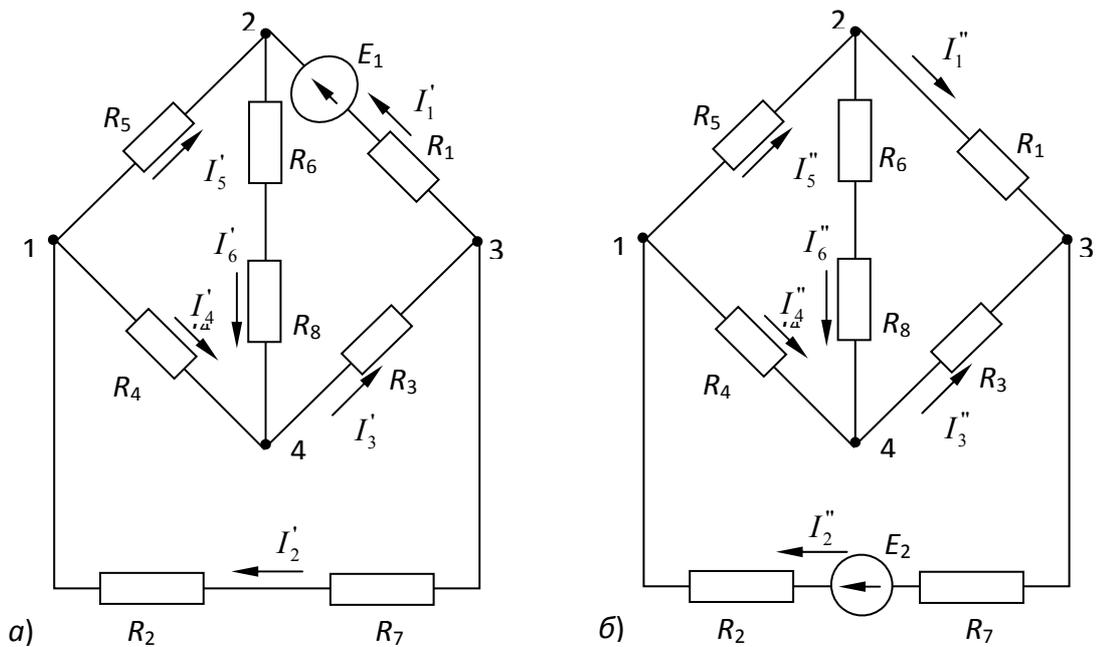

Рис. 2.2. Схема электрической
3. Рассчитаем токи от действия ЭДС  $E_2$ , исключив источник ЭДС  $E_1$  (схема рис. 2.2б). Аналогично предыдущему пункту преобразуем тот же самый треугольник сопротивлений  $R_4, R_5, R_6$  в эквивалентную звезду сопротивлений  $R_{45}, R_{468}, R_{568}$  и определим эквивалентное сопротивление  $R'_3$ :